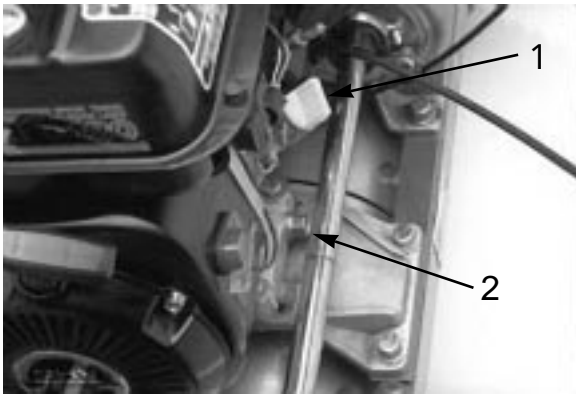

図 28
2. ゲージ周囲をきれいに拭く (図28)。
2. ドレン・プラグの下に廃油受けを置く (図28)。